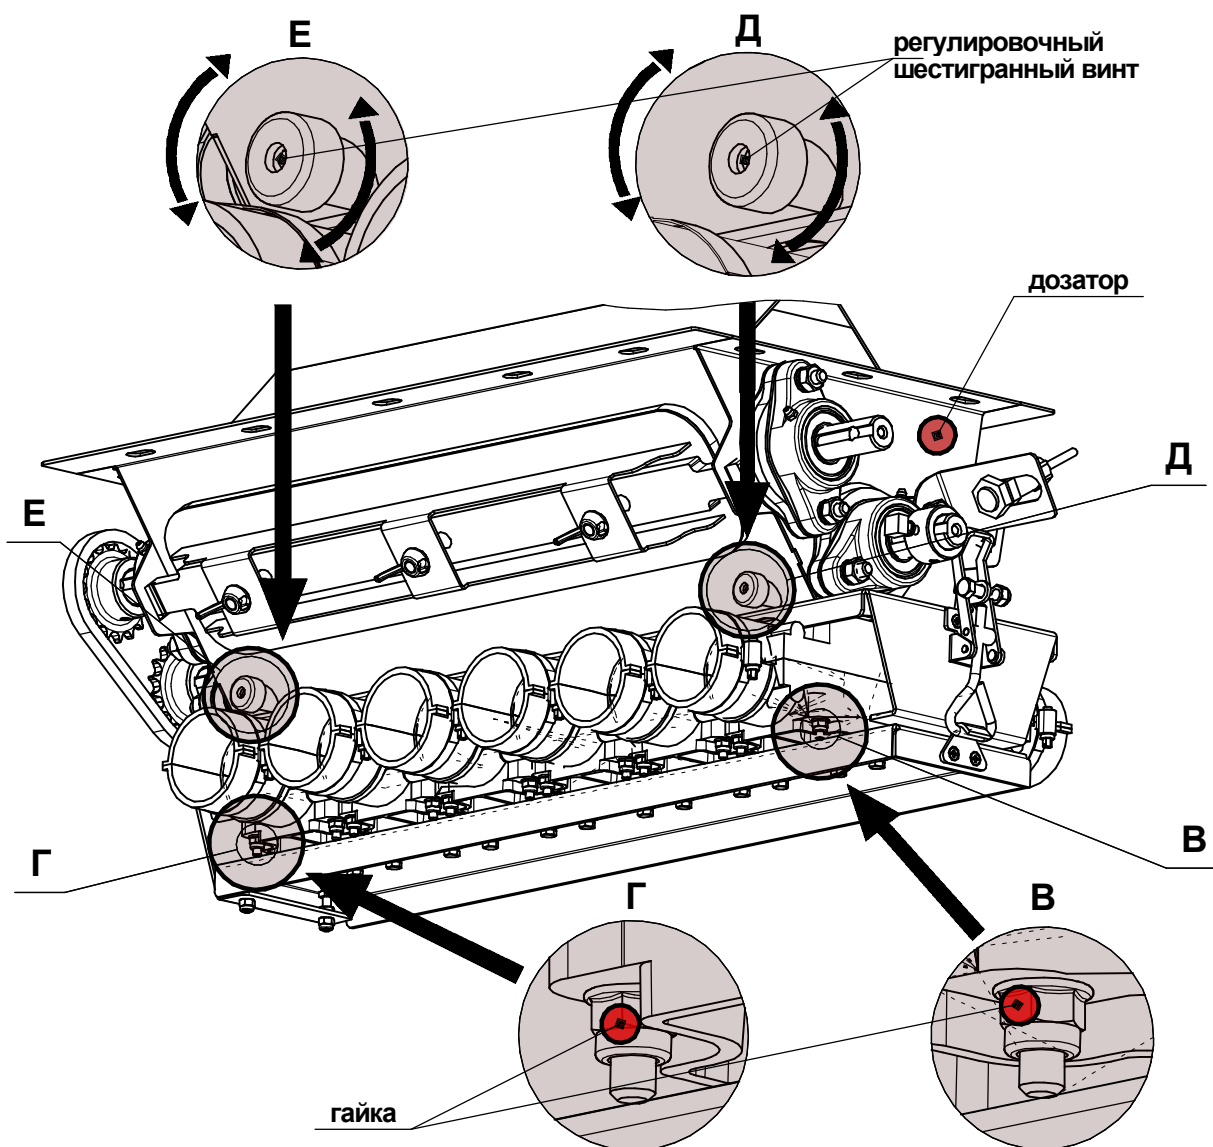

Рис.89 - Регулировки зазора между порогом и дозирующими катушками дозатора пневматического бункера.
Регулировку зазора порога выполняем вращением винта **Н** и **М** рис.89, после регулировки гайки **Л** и **К** рис.89 затянуть.
**ВНИМАНИЕ!!!** При вращении регулировочных винтов **Н** и **М** рис.89 по часовой стрелки зазор между порогом и дозирующими катушками уменьшается. При вращении регулировочных винтов **Н** и **М** рис.89 против часовой стрелки зазор между порогом и дозирующими катушками увеличивается. Для регулировки зазора порога ослабляем гайки **Л** и **К** рис.89 снизу дозатора с левой и правой стороны.